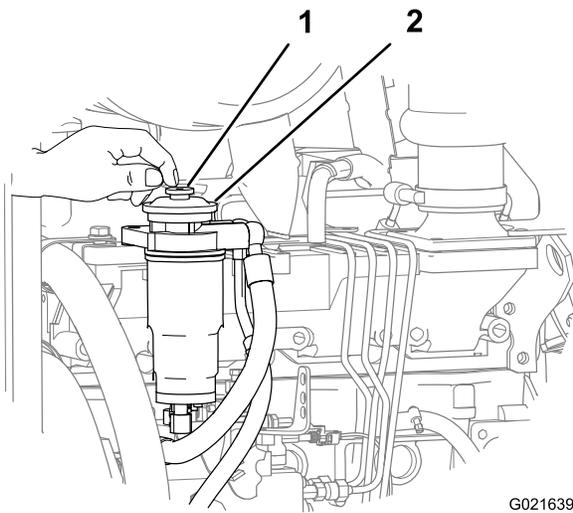

Bild 129
6. Suchen Sie die Vorfülltaste oben am Filteradapter für den sekundären Kraftstofffilter (Bild 129).
7. Drücken Sie mehrmals auf die Vorfülltaste, bis Sie einen Widerstand spüren, wenn Sie die Taste drücken (Bild 129).